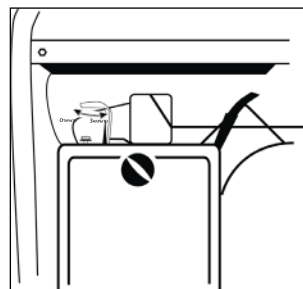

рис.11
- После запуска переведите рычаг заслонки в положение «Работа» (рис.11).